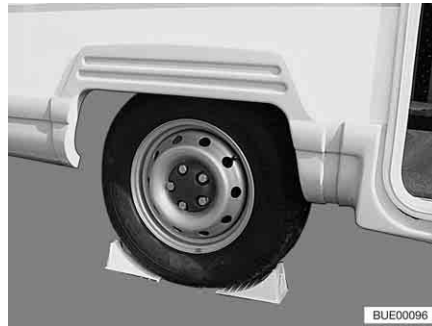

Fig. 283 Bloccare il veicolo
- Sistemare in corrispondenza della ruota di fronte i cunei d'arresto o oggetti simili in modo da bloccare il veicolo (Fig. 283).